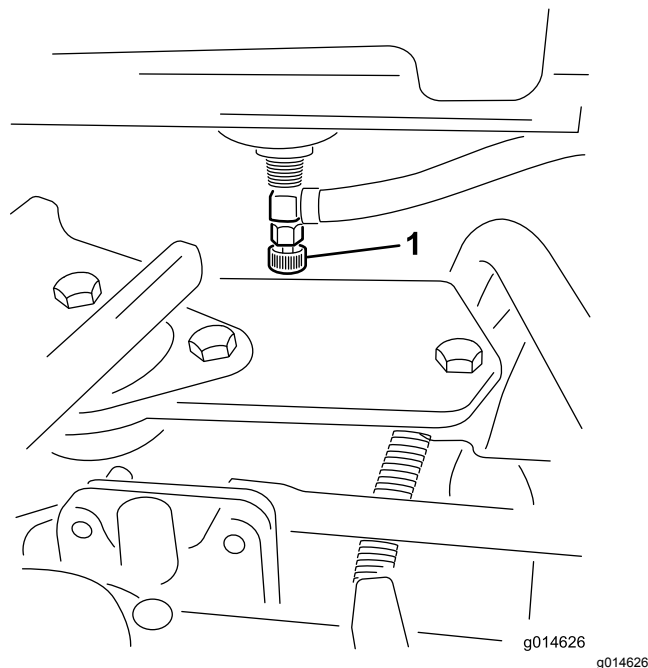

Figure 31
1. Fermez le robinet d'arrivée de carburant (Figure 31) situé au-dessous du réservoir de carburant.